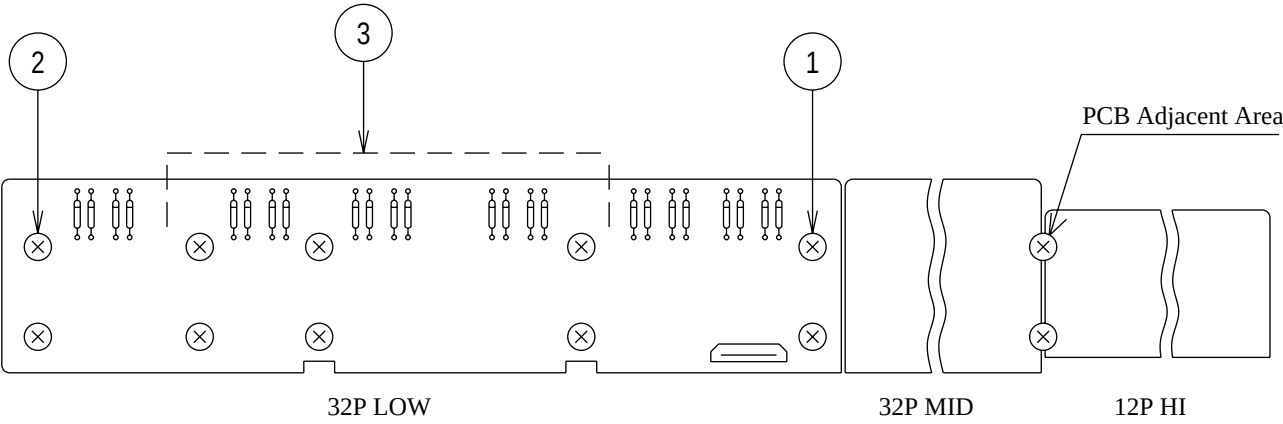

fig. 7
Then tighten the remaining screws 3 of the LOW, MID and HI PCBs. (For the above, see Fig.7.)
4) 次に、TAP TITE SCREWS で PCB LOW, MID, HI をねじ止めしていきます。ねじ止め順序は、最初に中央部寄り 1 をねじ止めし、次に反対側端部 2 を締結します。（ねじ止めによって、PCB が SPACER より浮きあがってしまうことがあるため。）そして PCB の LOW, MID, HI の残りの部分 3 もねじ止めます。（以上 fig.7 参照のこと。）最後に PCB の MID, HI の隣接部をねじ止めます。基板がハンダ付け等によってソリを生じていることがある為中央部を軽く押さえながらねじ止めすると良いでしょう。